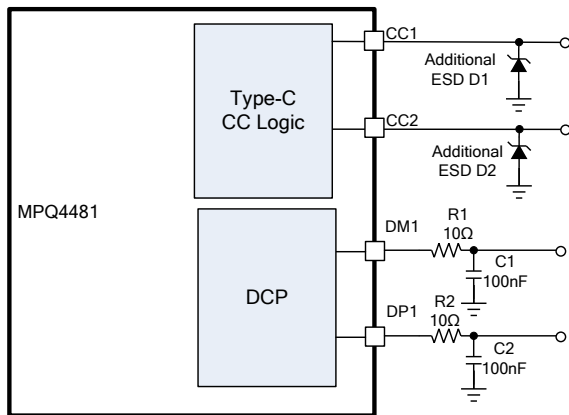

图 11: 推荐的 I/O 引脚 ESD 优化
所有 USB I/O 引脚都应考虑更高的 ESD 等级。MPQ4481 针对 USB 管脚、DP 和 DM，具有高达  $\pm 8\text{kV}$  的人体放电模式 ESD 保护功能；针对 CC1 和 CC2，具有  $\pm 5.5\text{kV}$  的人体放电模式 ESD 保护功能。ESD 结构在正常运行和设备断电时都能承受高 ESD。为了能进一步扩展 DP 和 DM 的 ESD 等级以覆盖复杂的应用环境，可以添加额外的电阻器和电容器（见图 11）。
10) CC 引脚 ESD 保护优化细节请见图 11。